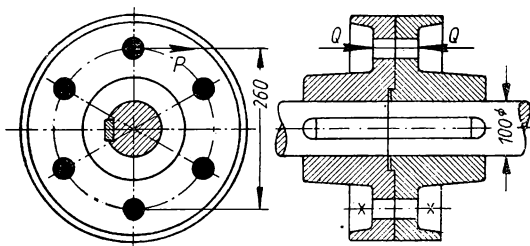

Bild 229
**354.** Eine Scheibenkupplung (Bild 229) von 100 mm Wellendurchmesser soll 30 PS mit  $n = 90$  U/min übertragen. a) Wie groß ist die zu übertragende Umfangskraft  $P$ , bezogen auf den Schraubenlochkreis von 260 mm Durchmesser? b) Mit welchem Gesamt-Normaldruck  $Q$  müssen die beiden Kupplungsscheiben